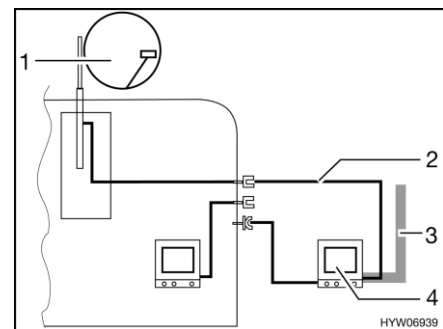

Bild 110 TV im Vorzelt
- TV im Vorzelt (Bild 110,4): Anschluss an Dachantenne (Bild 110,1) mit Verbindungskabel (Bild 110,2)
- TV im Vorzelt (Bild 110,4): Anschluss an externe Antenne (Bild 110,3)